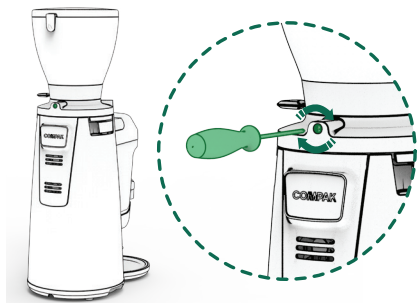

Fig. 2
Fijar la tolva (2) utilizando un destornillador Philips y apretar suavemente el tornillo de seguridad de la tolva (3) (Fig. 2).